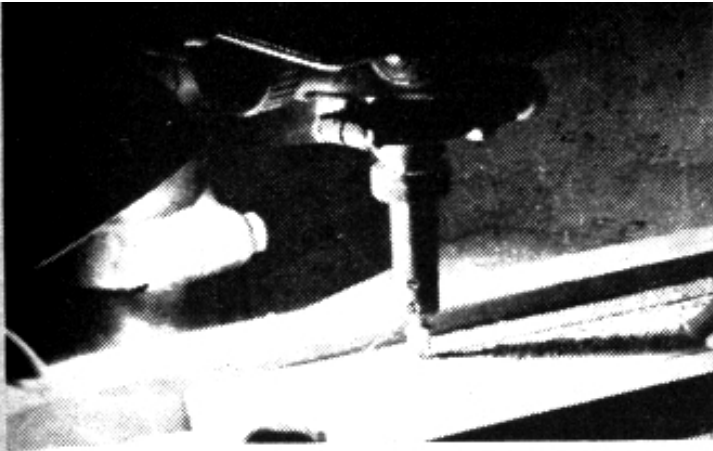
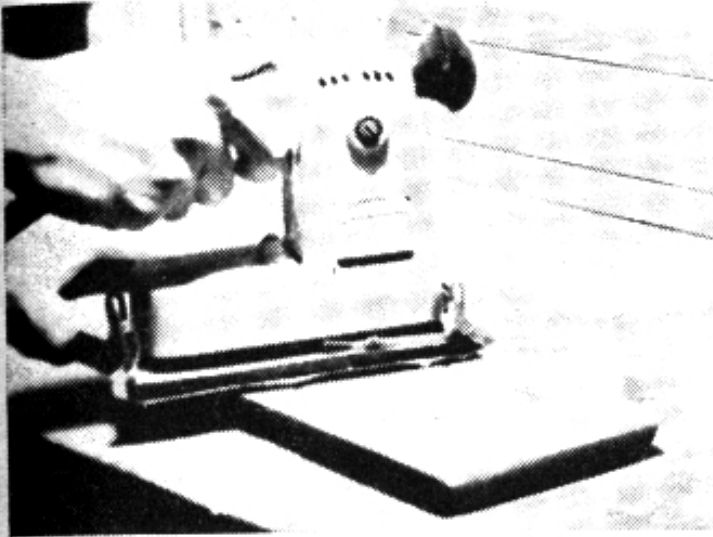
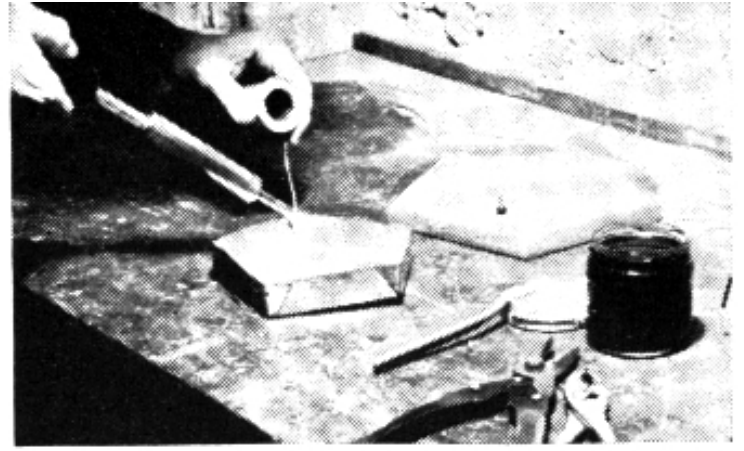

Fig. 1. - Desbastar en línea recta a lo largo de los bordes es fácil con esta contraguía que está adosada al taladro de banco.
Fig. 3. - Hay que usar poca lija en este proyecto. Vea cómo se eliminan las pequeñas astillas que pueden haberse producido.
Fig. 2. - La base metálica cuya función es recoger el agua que gotea de los paraguas y sombrillas es probada para ver si ajusta.
ESTAS bandejas de plástico constituyen excelentes proyectos para el principiante. Las bandejas que se muestran en la Fig. 1 se hacen de una lámina sencilla de plástico transparente de  $\frac{1}{8}$ ". La plantilla sobre la bandeja, Fig. 2, se traza sobre el papel que cubre el plástico, lo que hace fácil seguir las líneas al aserrar las partes. Una vez aserrado el plástico los bordes del mismo se alisan con una lima fina y se púlen sobre un bruñidor de paño con óxido de hierro. Para darle forma cóncava a las bandejas, se calienta el plástico a una temperatura de  $120^{\circ}\text{C}$ . lo que lo hace muy maleable. Usando guantes tienda el plástico sobre dos platillos uno a cada lado y presiónelo para darle la forma de los platillos. Trabaje aprisa pues el plástico se enfría pronto. El asa se calienta y se fija como en la Fig. 3 doblando sus extremos hacia arriba. Cubra el agujero por donde pasa el asa con un escudo de plástico de colores, Fig. 4. La de la Fig. 5 se hace añadiéndole 4 patas hechas con varillas plásticas de  $\frac{1}{8}$ " calentadas y enrolladas en un palo de escoba y se insertan en los agujeros perforados en el borde.
pueden cortarse fácil y exactamente con la ayuda de un conjunto de contraguía como el que aparece en la Fig. 1 (allí se muestra un adaptador desbastador instalado en un taladro de banco). Cualquier desbastador con un filo que se aproxime al del canal
6. Trace el perímetro de la base en una lámina metálica, corte ésta siguiendo dicho perímetro y rebaje aproximadamente  $1\frac{1}{2}$ " (3.81 cm.) desde cada punta hacia el centro de la lámina metálica pentagonal que acaba de recortar. Doble hacia arriba los lados, flexione las aletas de las esquinas para que las mismas no estorben y haga un ajuste final. Esta plataforma o base metálica debe ajustar dentro del paragüero con un espacio libre no menor de  $\frac{1}{4}$ " (0.635 cm.) a cada uno de sus lados. Cuando haya logrado dicho ajuste, suelde las esquinas como se indica en la Fig. 2, de modo de obtener una juntura a prueba de filtraciones.
costaneras (Fig. 1), de la cual se lasquean los enchapes. La costanera se sumerge en agua
Si la toza tiene veta lisa y alargada, se corta en tablas y tablonces o se lasquea cortando la veta transversalmente, los que constituyen el enchape que se va a encolar en ángulos rectos al núcleo (Fig. 2).